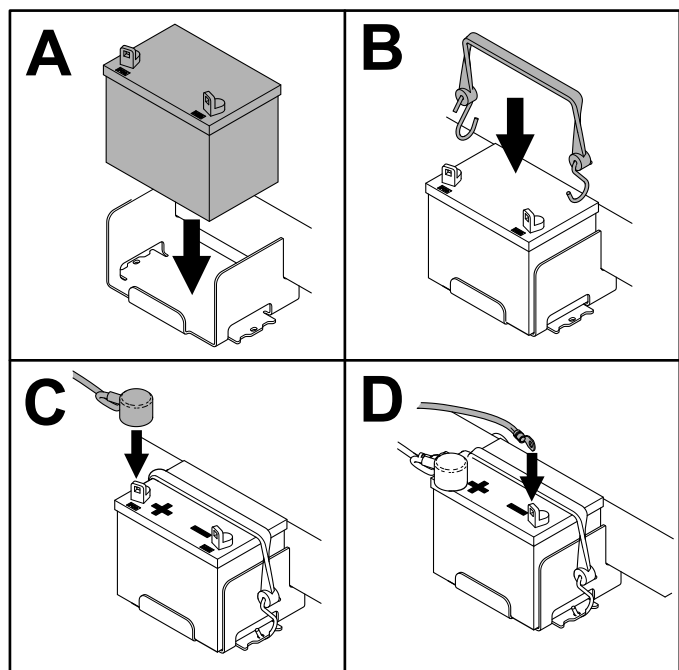

**Figura 49**
5. Cuando la batería esté completamente cargada, desconecte el cargador del suministro eléctrico, y desconecte los cables del cargador de los bornes de la batería (Figura 49).